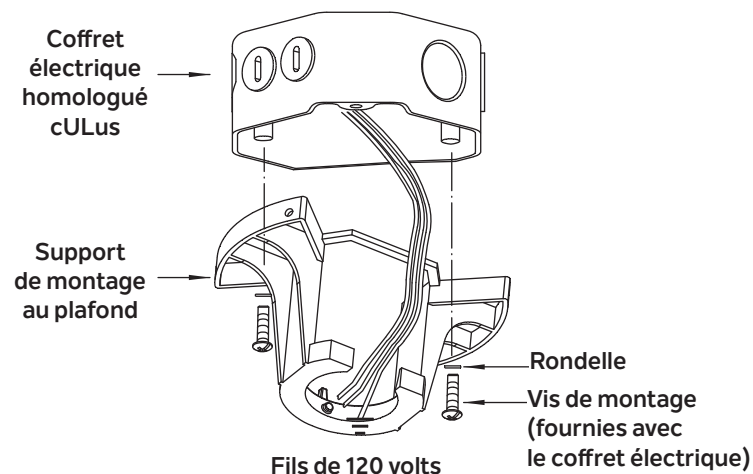

Fig. 5
Étape 1. Faites passer les fils d'alimentation de 120 volts par l'orifice central du support de montage au plafond, comme illustré sur la Fig. 5.